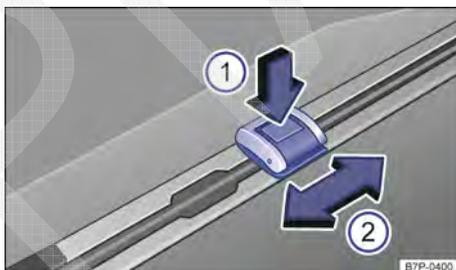

Fig. 214 Regulagem dos olhais de amarração móveis no compartimento de bagagem.
- Pressionar o botão superior do olhal de amarração → Fig. 214 ①.
- Mover o olhal de amarração para a posição desejada ②.
- Rebater a braçadeira do olhal de amarração → Fig. 214 para cima e fixar a carga.